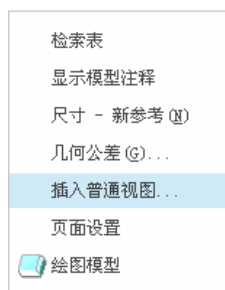

图 10.4.3 快捷菜单
Step1. 设置工作目录：选择下拉菜单 **文件** → **管理会话 (M)** → **选择工作目录 (S)** 命令，将工作目录设置至 D:\creo2.1\work\ch10\ch10.04。
Step3. 使用命令。在绘图区中右击，系统弹出图 10.4.3 所示的快捷菜单，在该快捷菜单中选择 **插入普通视图...** 命令。